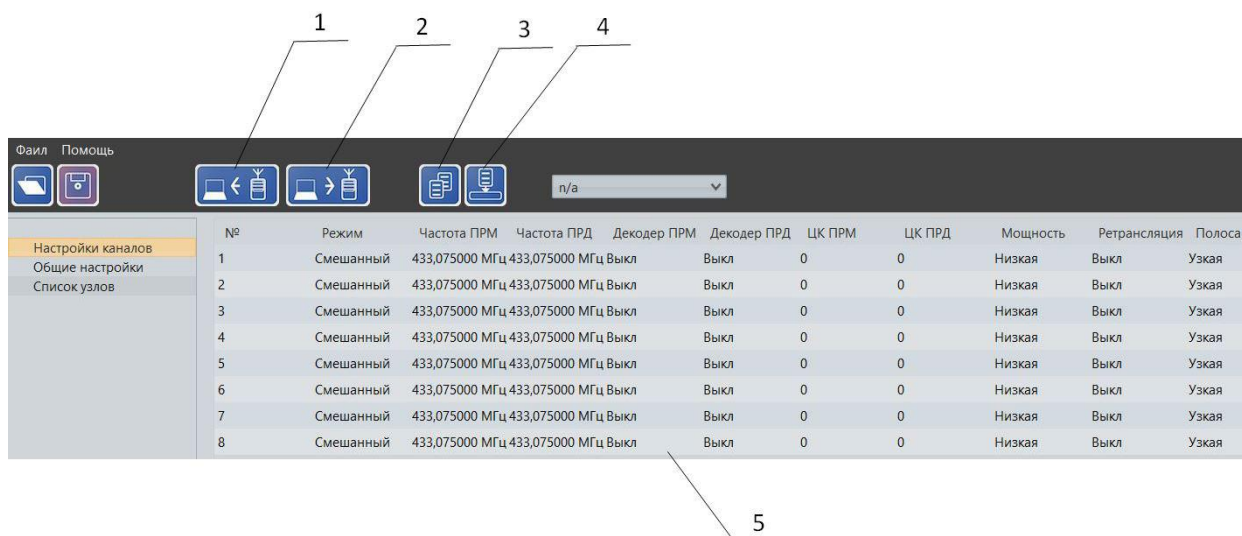

Рис. 4. Окно настройки каналов
Перед началом конфигурирования считайте настройки из памяти радиоретранслятора. Для этого нажмите программную кнопку «Прочитать из станции» (1) (см. рисунок 4). По окончании конфигурирования запишите новые настройки в память радиоретранслятора. Для этого нажмите программную кнопку «Записать в станцию»(2).
После изменения настроек в приложении Аргут CS, запишите новые настройки в память радиоретранслятора. Для этого нажмите программную кнопку «Записать в станцию» (2) (см. рисунок 4). Если этого не сделать, после закрытия приложения Аргут CS сделанные изменения не сохранятся.